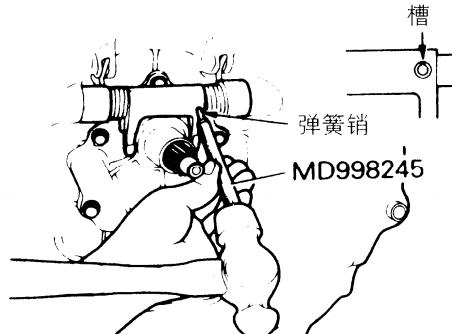

图 3-15 安装弹簧销
(2) 安装弹簧销时, 如图 3-15 所示, 用专用工具或冲头将弹簧销向上敲入面向它们的槽内。对分离叉和分离轴承的接触表面涂敷所规定的润滑脂。所规定的润滑脂为三菱牌润滑脂产品号 0101011 或相当的品种。